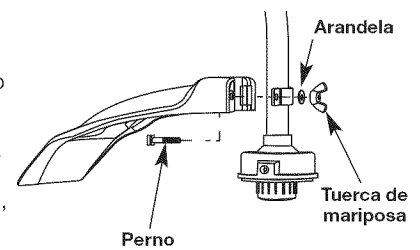

Fig. 2
2. Desde el interior del protector de cabezal de corte, empuje el perno cuadrado a través del orificio hasta que el extremo con roscas sobresalga a través del soporte de montaje de la guardera (Fig. 2).